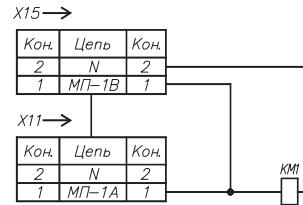

Рис. 3
2. Подключение табло Топаз-156М2 СДИ по рис. 3.